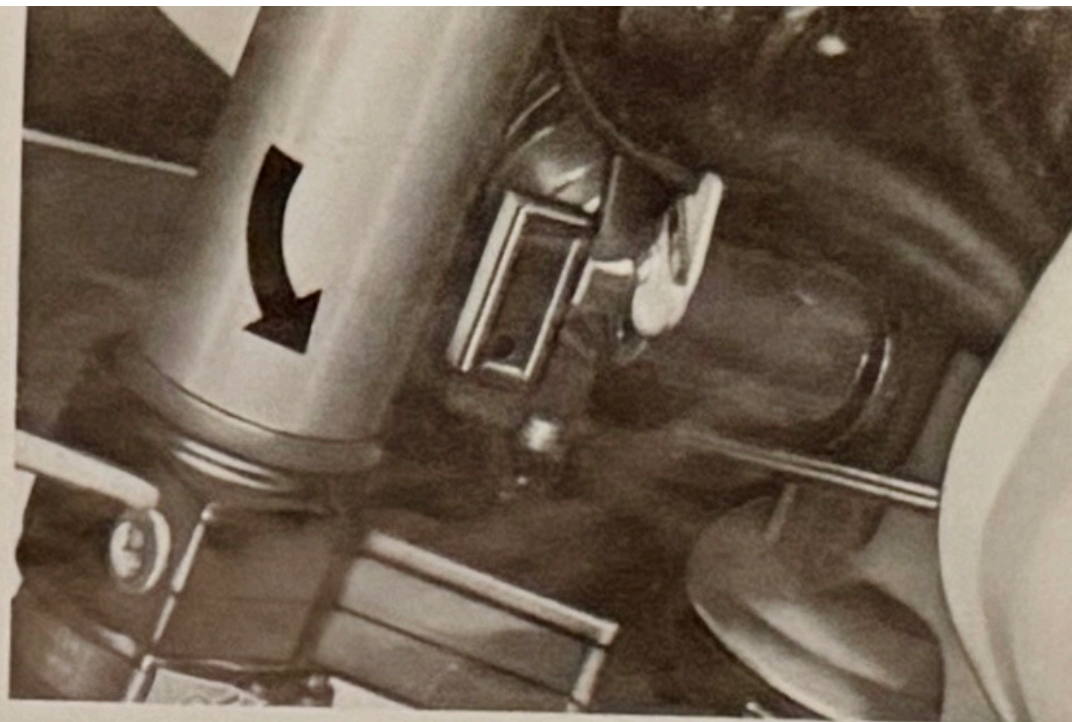

Bild 5
- 15 = Lenk-Sicherheitsschloß (verdeckt, s. Bild 5)
Die Fahrzeuge sind mit einem Zündschloß (Bild 1/3 und Skizze) und mit einem Lenkschloß (Bild 5) ausgerüstet. Für beide Schlösser paßt derselbe Schlüssel.